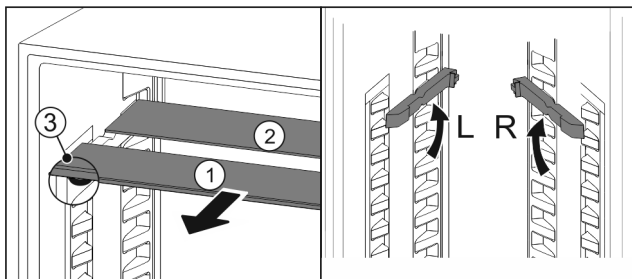

Fig. 90
- ▶ Vytiahnite sklené dosky jednotlivo dopredu Fig. 90 (1).
- ▷ Sklená doska Fig. 90 (1) s ozdobnou lištou leží vpredu.
- ▷ Zarážky Fig. 90 (3) ukazujú nadol.